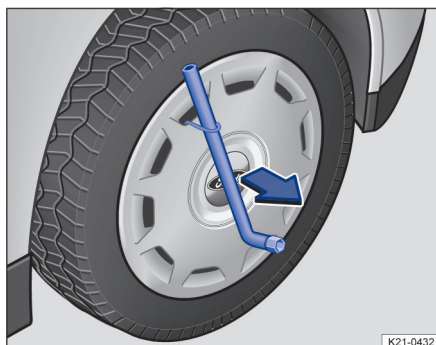

Fig. 211 Scoaterea capacului ornamental de roți.
3. Împingeți cheia de roți prin cârligul extractor → fig. 211 și scoateți capacul integral de roți în sensul săgeții.